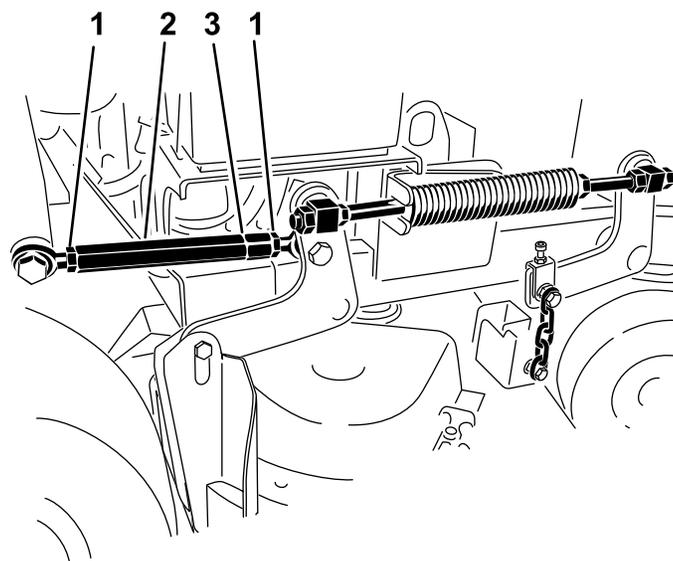

Figure 83
4. Desserrez les écrous de blocage à chaque extrémité du tendeur (Figure 83).
**Remarque:** L'extrémité du tendeur portant la gorge est filetée à gauche (Figure 83).